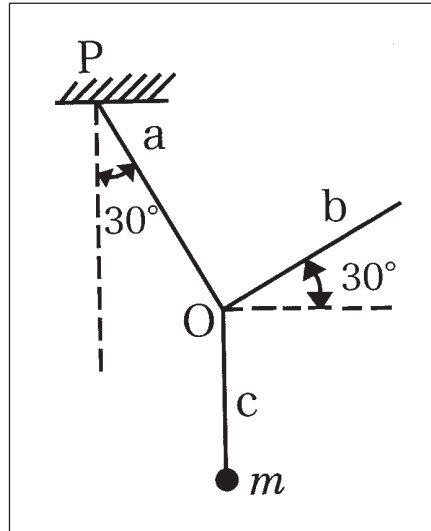

図1
(1) 次の図1に示すように、質量10[kg]の物体mに結んだひもの他端を天井Pに固定し、このひもの途中のOにもう1本のひもを付け、水平と $30^\circ$ の方向にひくと、ひもPOは鉛直線と $30^\circ$ の角度で傾いた。ひもの直線部分aの張力 $F_a$ [N]の値として最も適切なものを1～5から一つ選べ。ただし、 $\sin 30^\circ = 0.5$ 、 $\cos 30^\circ = 0.87$ 、 $\tan 30^\circ = 0.58$ とする。解答番号は